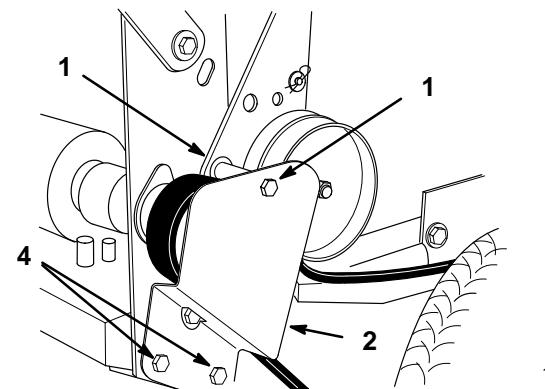

Abbildung 30
2. Kopfschraube entfernen, mit der die Halterungen für die Spannrollen am hinteren Rahmen befestigt sind (Abb. 30).
3. Die zwei unteren Befestigungsschrauben so weit lösen, daß der Riemen gerade zwischen der Antriebsscheibe und der Spannrollenhalterung durchgeführt werden kann (Abb. 30).